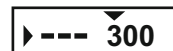

Fig.3
- 4) Puntate il fucile nel centro della mira e sparate una volta. Se il punto d'impatto non coincide con il punto di mira, premete il controller e tenetelo premuto (9) per entrare nel menu.
- 6) Ruotando il controller scegliete la voce "----" (distanza nuova) (vedi. fig.3).